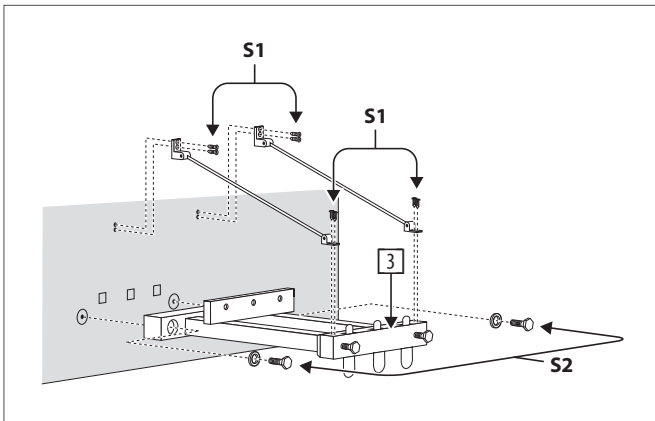

Fig. 2.3: Montaje de la pedalera
- 3) Apoye la pedalera 3 sobre la caja del piano de tal manera que los pedales apunten hacia el suelo. En la parte inferior de la caja encontrará tuercas prefijadas correspondientes a la pedalera. Utilice dos pernos (S2) para fijar la pedalera a la caja del piano (ver Fig. 2.3).